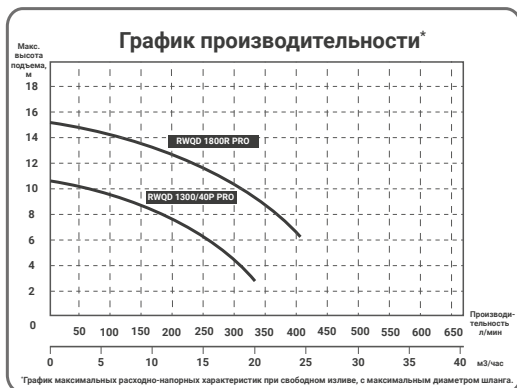

рис.1
6. Общий вид насоса и график производительности представлен на рис. 1
7. Корпус двигателя (рис.1 поз.7) из нержавеющей стали, закреплён между чугунными: корпусом насоса (рис.1 поз.1) и крышкой корпуса двигателя (рис.1 поз.6). Такая конструкция обеспечивает долговечность эксплуатации насоса. Насос подключается к сети кабелем питания со штепсельной вилкой с заземляющим контактом. Насос начинает работу при подключении к сети питания и поднятым поплавковым выключателем. Термодатчик в обмотке статора отключает насос при повышении температуры обмоток.
Рабочее положение насоса - вертикальное, с полным погружением в воду. Измельчающий механизм насоса состоит из 2-х элементов: массивный двухлопастной радиальный нож (рис.1 поз.11) и плата ножа (рис.1 поз.12) с острыми кромками водопропускных отверстий. Такая конструкция способствует более тщательному (эффект тёрки) измельчению посторонних включений. Переходной штуцер (рис.1 поз.9) имеет соединение «ёлочка», для подключения шланга напорной магистрали. При подключении трубы всасывающей линии к резьбе выходного фланца, необходимо тщательно загерметизировать резьбовое соединение. График расходно-напорной характеристики насоса на рис.1
2. Вкрутить в выходной фланец (рис.1 поз.8) переходной штуцер (рис.1 поз.9). Смонтировать и присоединить к выходному штуцеру) шланг всасывающей магистрали (или вкрутить трубу во фланец).
4. Для установки других пределов регулировки, следует изменить вылет поплавка относительно места крепления (рис.1 поз.5) его кабеля (рис.1 поз.3) на крышке корпуса двигателя (рис.1 поз.6). Проверьте, что уровень воды в пределах поля
5. Привяжите верёвку (трос) к рукоятке (рис.1 поз.4) насоса. Кабель питания можно закрепить на этой верёвке.